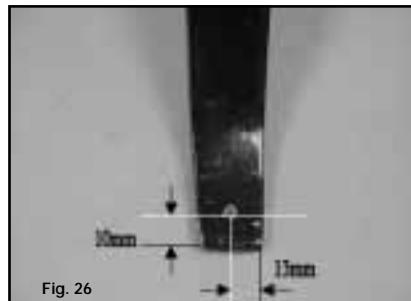

Fig. 26
Drill a hole through the landinggear as shown in Fig. 26. Follow the landinggear hole to drill through the wheel pants and supports, see Fig. 27.
*Boor een gaatje in de steun zoals getoond op Fig. 26. Boor door het gaatje van de steun een gaatje in de wielkap en versteviging, zie Fig. 27.*
Percez un trou dans la jambe du train d'atterrissage, voir Fig. 26. Placez la jambe sur le carénage et repassez dans le trou afin de percez le carénage et le support, voir Fig. 27.